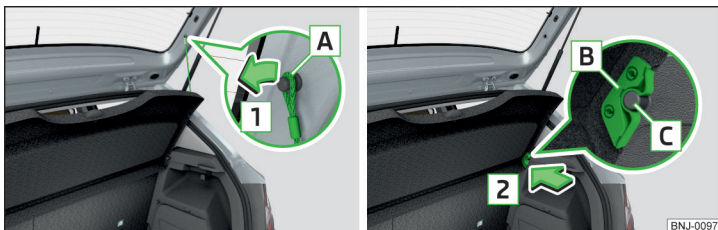

Fig. 107 Scoaterea măștii portbagajului
Dacă benzile de susținere **A** » fig. 107 sunt agățate de capota portbagajului, la deschiderea capotei se ridică și masca portbagajului (denumită în continuare doar mască).
- Desprindeți benzile de susținere **A** de pe ambele părți ale capotei portbagajului, în sensul săgeții **1** » fig. 107.
- Poziționați elementele de fixare **B** de pe capac peste elementele de susținere **C**, de pe capitonajul lateral » fig. 107.
În partea din față elementele de prindere **B** » fig. 107 la pagina 85 de pe capac trebuie să se fixeze complet în suporturile de la capitonajul lateral. În partea din spate capacul trebuie asigurat pe ambele părți sub elementul de blocare. ▶